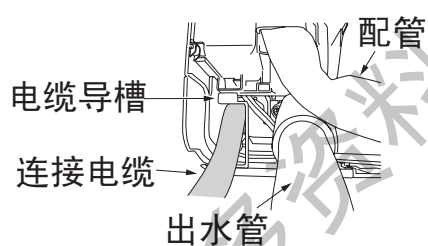

图14-3
- 将连接电缆穿过电缆导槽从风室下盖板处穿出至电气箱接线端子处。（如图14-3）